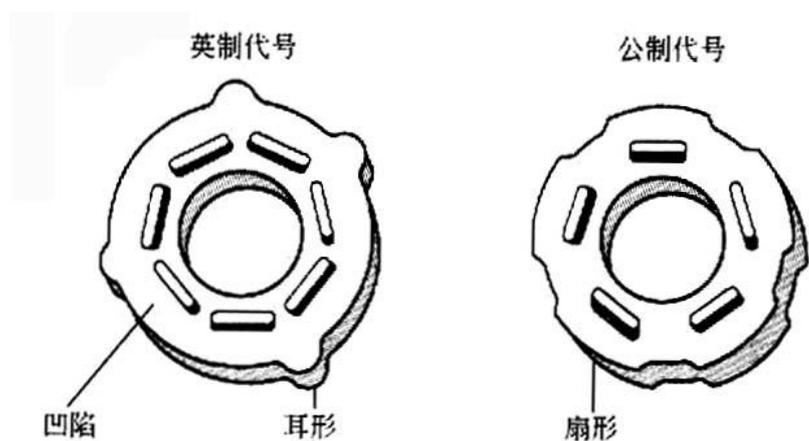

图 114 直接拉力指示法对英制及公制尺寸都有效
- ① 旋转螺栓法 取决于贴合后螺栓的拧紧程度。
- ② 力矩法 在螺栓上施加预紧的扭转力矩。
- ③ 直接拉力指示法 如图 114 所示，特制的垫圈（DTI）可以显示施加在螺栓上的拉力大小。预紧时螺栓所受的力被转移到垫圈的凹陷上，探测仪显示凹陷被压平的程度，进而直接反应螺栓所受拉力的大小。图 115 所示为没有施加预紧力时，垫圈之间的间隙为 **0.8mm**，施加最小预紧力后，垫圈之间的间隙为 **0.4mm** 或 **0.1mm**。